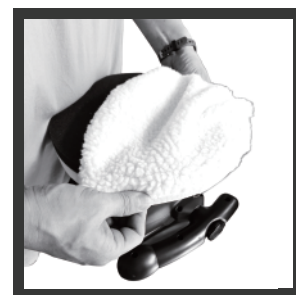

Fig.1
- 2.1 Installez une coiffe d'application proper sur le tampon (figure 1)
- 3.1 Installez une coiffe à polir sur le tampon (Figure 1).